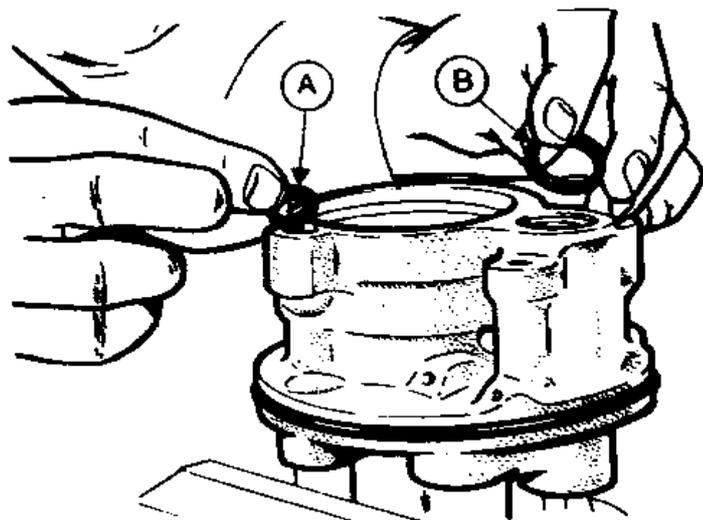

Рис. 11.65. Установка новых сальников (Разд. 41)
25. Установите новые сальники шпильки и штуцера в раззенкованные отверстия корпуса (Рис. 11.65).